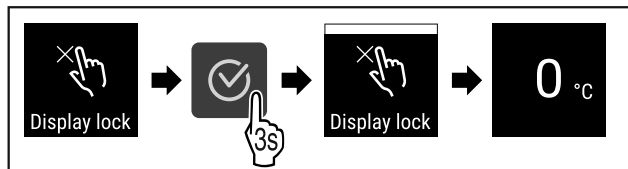

Fig. 76
- ▶ Efectuați pașii de acțiune (vezi Fig. 76).